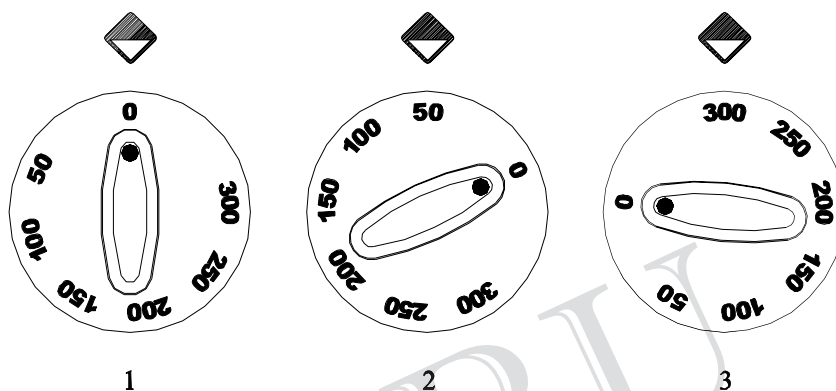

Fig. 2
Ruotando ulteriormente la manopola (pos. 1 e pos. 2 in Fig. 2), inizia il riscaldamento della piastra e si accende anche la lampada di lavoro (pos. 2 in).